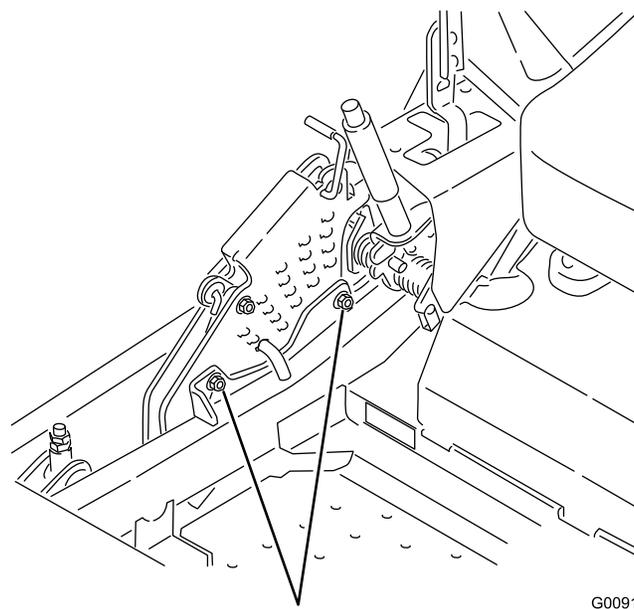

Figure 94
12. Pour régler le système monopoint, desserrez les deux boulons au bas de la plaque de hauteur de coupe (voir Figure 94).
14. Serrez les deux boulons au bas de la plaque de hauteur de coupe (Figure 94). Serrez à un couple de 37 à 45 Nm (27 à 33 pi-lb).